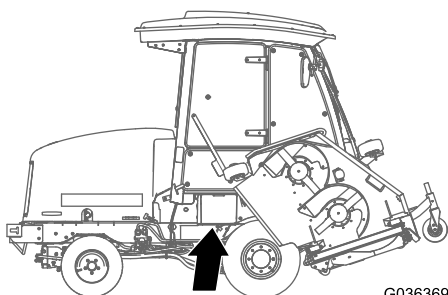

Figura 96
1. Aprite il coperchio della batteria sul lato della copertura (Figura 96).
Nota: Premete sulla superficie piatta sopra il coperchio della batteria per facilitare la rimozione del coperchio (Figura 96).